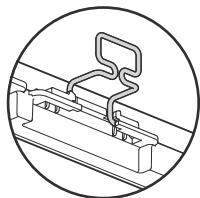

Fig. 9-5
9.4.1. Przygotowania (Fig. 9-5)